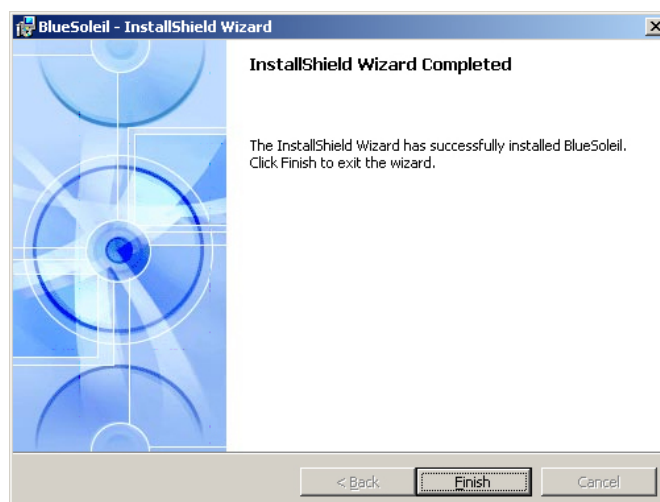

Abbildung 7-36: Bluetooth-Treiberinstallation Endbildschirm
Schritt 10: Nach der Treiberinstallation wird der Endbildschirm angezeigt (**Abbildung 7-36**).